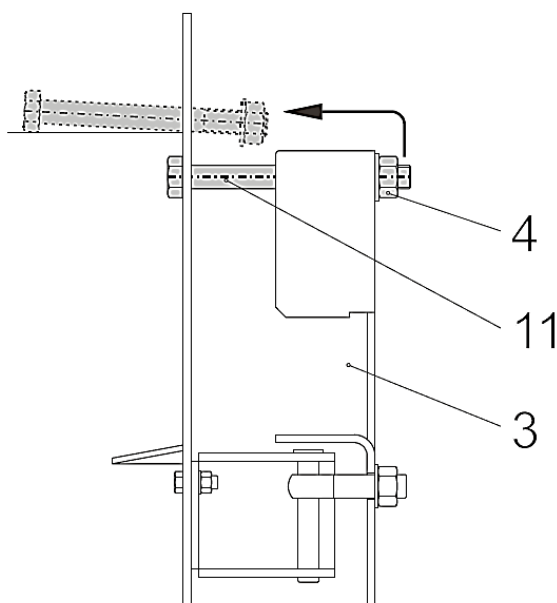

Рис. 11: Разворот нажимной группы
- Открутить на 3-4 оборота все фронтальные гайки (4).
- Затянуть контргайки (6) на стороне упора и снова затянуть до отказа фронтальную дверь котла.
- При наличии фронтальных гаек (4) нажимных групп их необходимо отвернуть настолько, чтобы винты с шестигранной головкой (11) можно было вывернуть над продольными отверстиями во фронтальной двери котла. После этого винты с шестигранной головкой можно сместить назад через изоляцию (также см. рис. 11).
- Открутить фронтальные гайки (4) со стороны раскрытия настолько, чтобы рым-болты (10) могли поворачиваться
- Отвести рым-болты (10) со стороны раскрытия и открыть дверь котла.